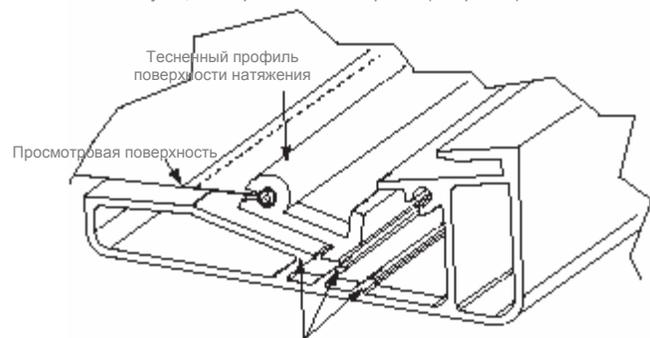

Рис. 7
3. **Аккуратно** продвиньте тесненный профиль поверхности натяжения (видны скругленные края) вдоль подогнутого края и по поверхности на всех 4 границах полотна (см. рис. 7). **Предупреждение: Не допускайте, чтобы полотно зацепилось за край тесненного профиля, иначе оно может порваться и образуется дырка.**